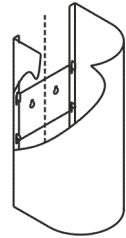

рис. 6
- 6.2.2 Разметьте центры отверстий для крепления фальштрубы с кронштейном (рис.6).